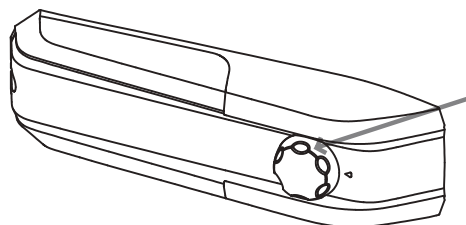

Fig. 1
- L'unité du thermostat pour la commande de l'appareil est localisée à l'intérieur du compartiment du réfrigérateur (Fig. 1). Faire tourner le bouton du thermostat au-delà de la position « 0 ».